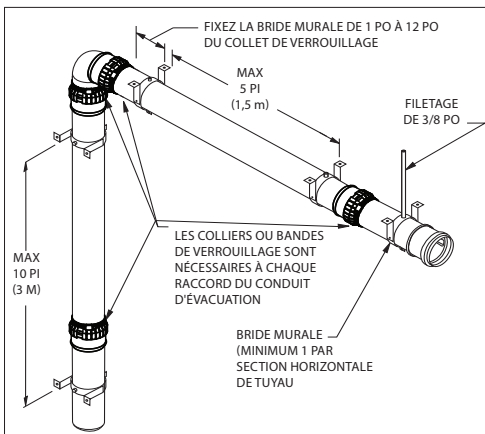

Figure 8
4. Tous les conduits horizontaux d'évacuation doivent être supportés. (Fig.8)
6. Les longueurs verticales doivent être supportées tous les 10 pieds (3 mètres) ou moins. Les longueurs horizontales doivent être supportées tous les 5 pieds (1,5 mètre) ou moins. (Fig.8)
7. Les coudes et les tés sont suffisamment supportés par l'utilisation d'un support mural à une distance allant de 1 po à 12 po du raccord de coude ou de té. (Fig.8)